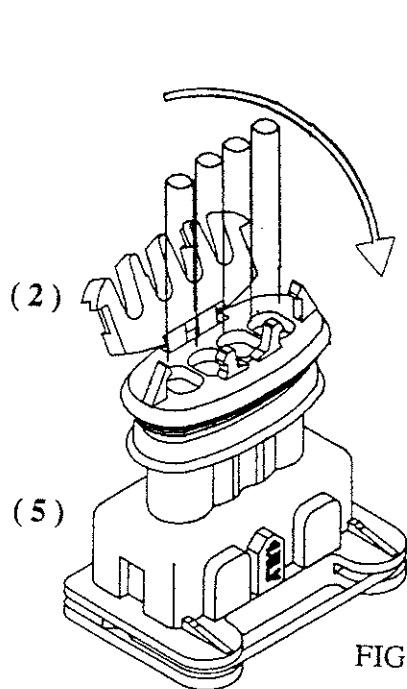

FIG. 3
Ruotare l'aggancio secondario a sportello fino allo scatto su tutti i dentini presenti sul corpo del connettore femmina (5); prestare attenzione che durante la rotazione i singoli cavi vadano ad alloggiare nelle rispettive sedi dell'aggancio secondario a sportello (vedere Fig. 3).